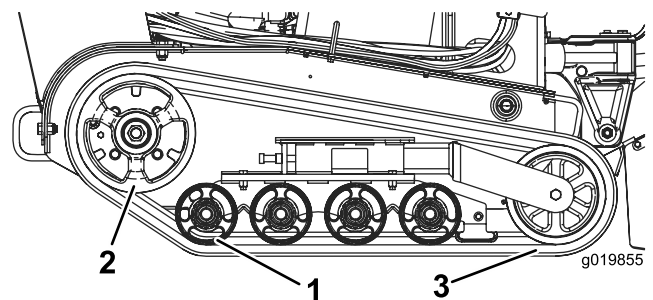

Bild 44
Wichtig: Reinigen Sie die Straßenräder und das Antriebsrad gründlich (**Bild 44**). Die Straßenräder sollten sich in sauberem Zustand ungehindert drehen.
8. Legen Sie die neue Kette, beginnend beim Antriebsrad, um das Rad und stellen Sie sicher, dass die Stollen an der Kette zwischen die Distanzstücke am Kettenrad passen (**Bild 44**).
9. Drücken Sie die Kette unter und zwischen das hintere und mittlere Straßenrad (**Bild 44**).